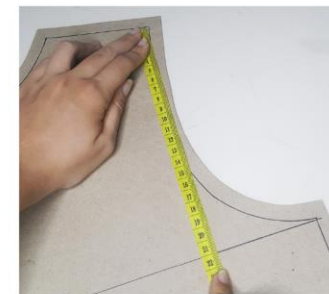

fig.41
b) No molde da frente verifique a menor medida entre o ponto do Ombro e a linha correspondente à da axila (Fig.41), e anote aqui a medida encontrada: _____. Essa é a altura da cava.